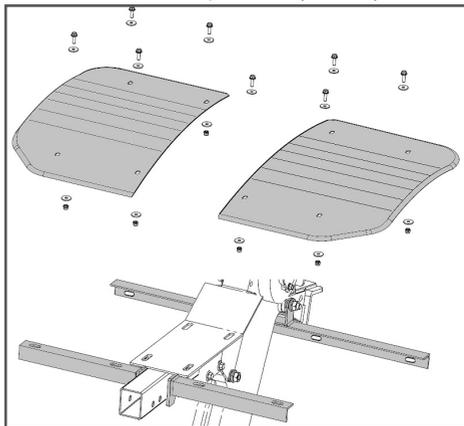

Рис. 9. Установка защитных крыльев
7. Установите правое и левое защитные крылья на кронштейны и закрепите их, используя болты, шайбы и гайки из комплекта крепежа (Рис. 9).